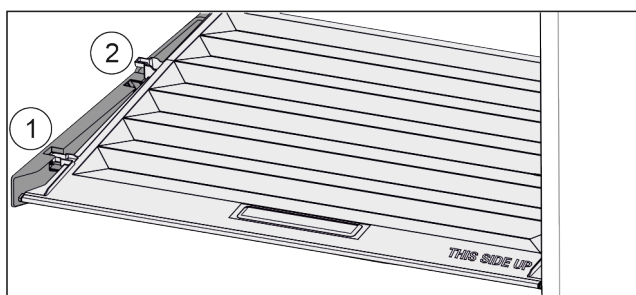

Fig. 75
- Træk dækslet fremad til åbning i holdedelene Fig. 75 (1).
- Løft nedefra og bevæg det opad og ud Fig. 75 (2).